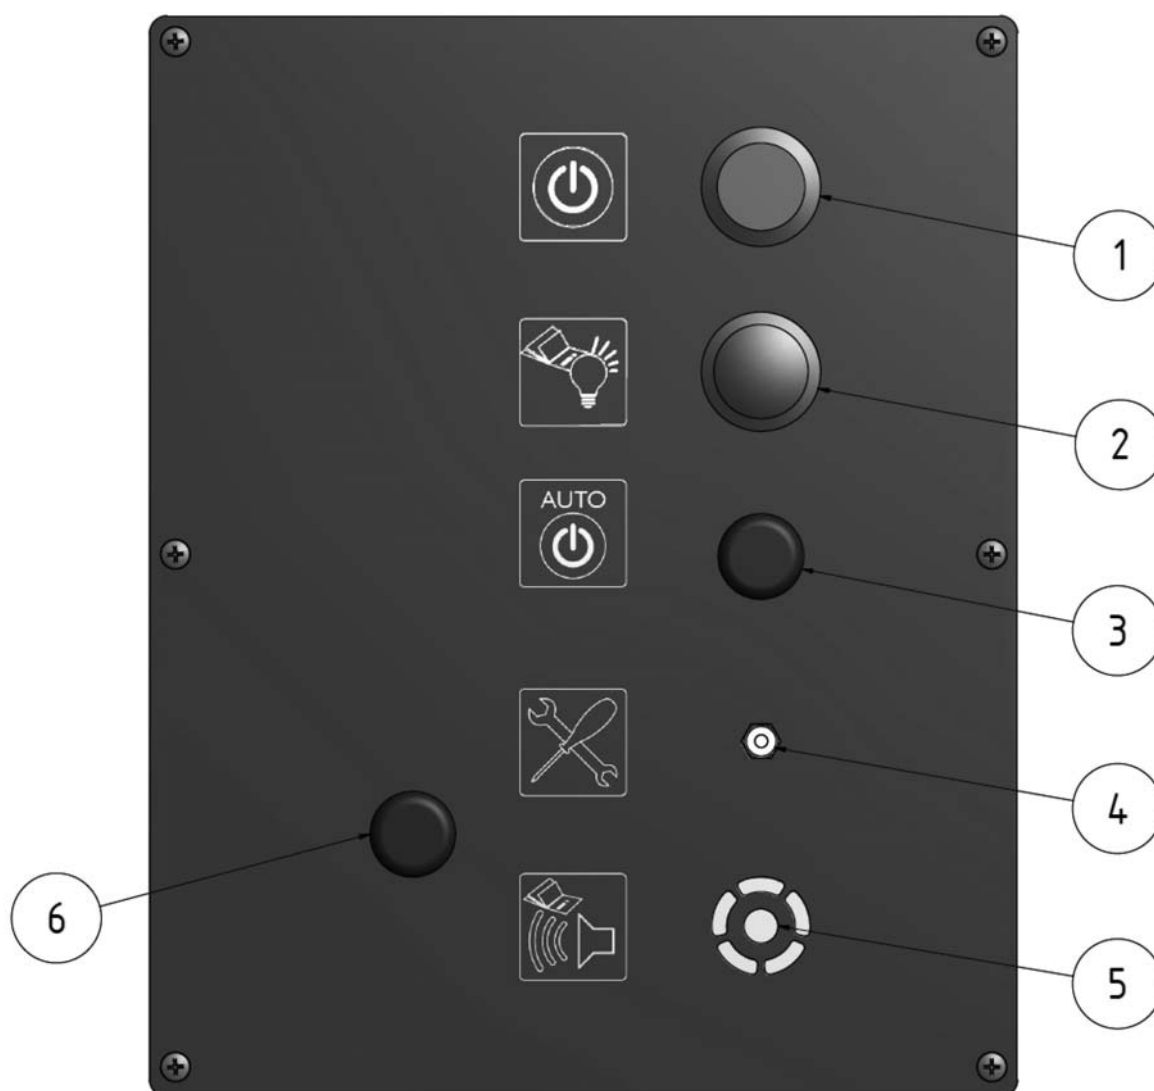

Рисунок 4, Элементы обслуживания
приспособлены к фильтрующему устройству и его мощности. Выключите устройство «ProfiMaster» выключателем (рис. 4, поз. 1).
- Вставьте сетевой штепсель снова в розетку и включите устройство. Зеленая рабочая контрольная лампочка на выключателе (рис. 4, поз. 1) должна светиться и сигнализировать бесперебойную работу устройства.